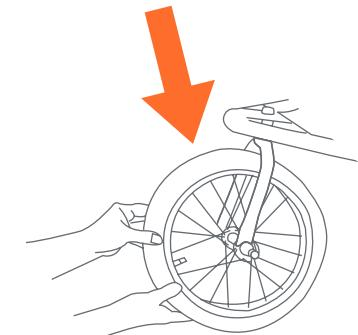

Fig. 20
- 20)** • Levante la parte delantera del cochecito hacia arriba y tire hacia abajo en la rueda para asegurar su conexión (Fig. 20). La rueda no debe de aflojarse o caerse.